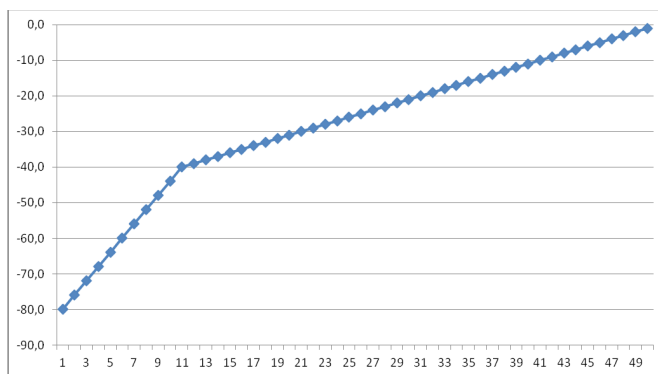

fig. 1
1. Curva #1 – Questa curva è adatta per i diffusori con efficienza normale (fig. 1) (settaggio di fabbrica)